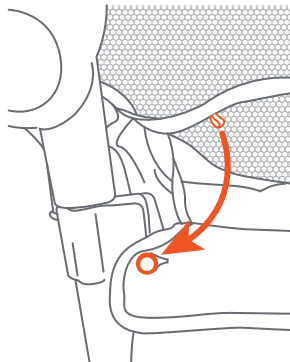
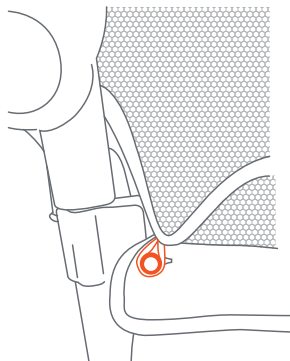

Fig. 8e
Fig. 8f
- **To attach the canopy to the wagon:** Locate the elastic loops along the canopy's long sides (Fig. 8e). Secure each loop by hooking it onto the corresponding circular tab on the wagon's sides (Fig. 8f).
- **Para fijar la capota al vagón:** Localice los lazos elásticos a lo largo de los lados largos de la capota (Fig. 8e). Asegure cada lazo enganchándolo en la pestaña circular correspondiente en los lados del vagón (Fig. 8f).